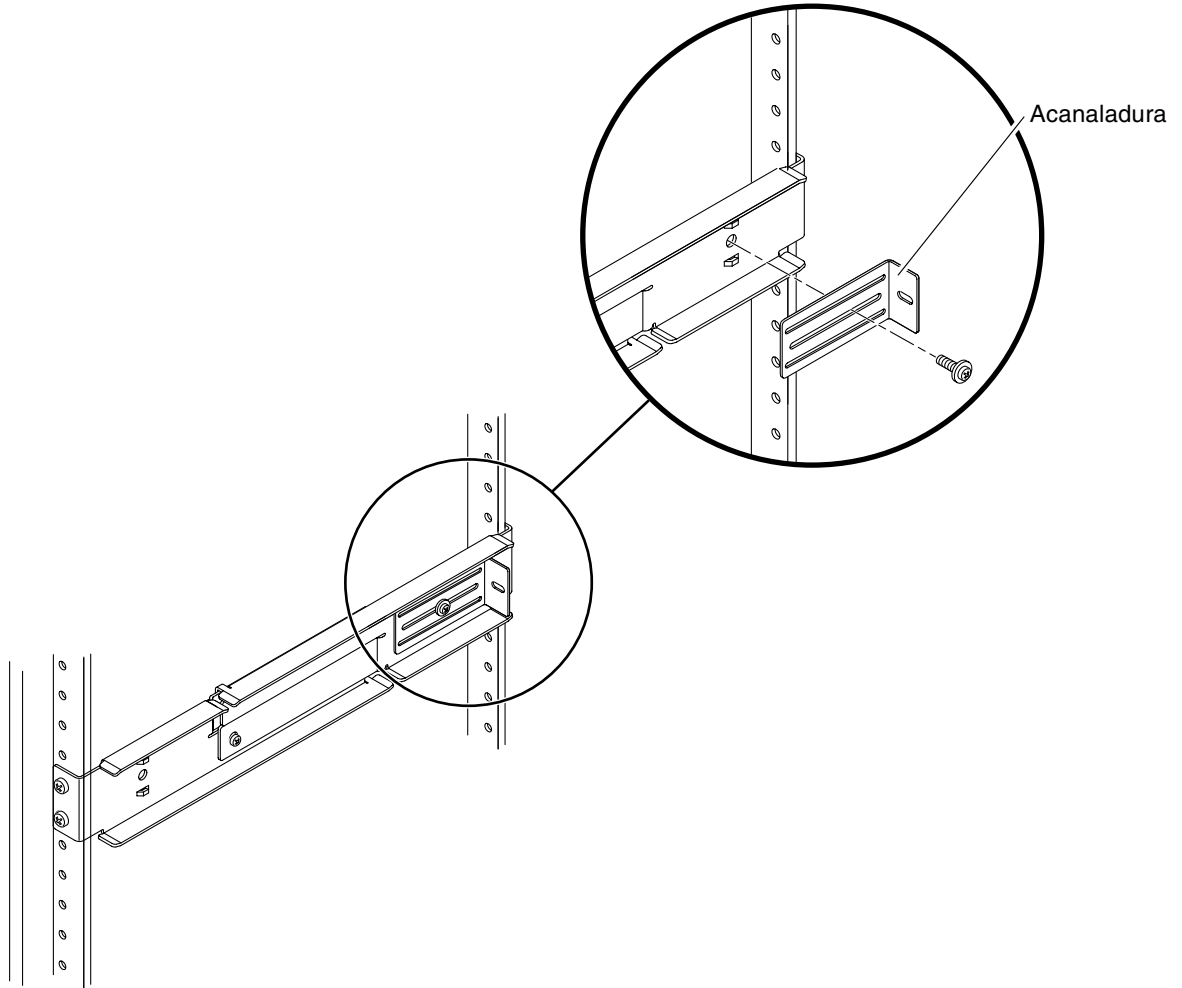

FIGURA 3-18 Instalación de la acanaladura posterior en el raíl ajustable
8. Coloque la acanaladura posterior sin apretar en la parte trasera de cada raíl ajustable (FIGURA 3-18) mediante un tornillo SEM M5 × 10.
12. Empuje el servidor hasta la profundidad deseada del bastidor; sitúese después en la parte trasera del sistema y empuje las acanaladuras posteriores hacia la parte trasera del sistema (FIGURA 3-18).
14. Coloque las acanaladuras a la profundidad deseada en el bastidor, apriete el tornillo SEM M5 × 10 de cada una de las acanaladuras para fijarlas a los raíles ajustables (FIGURA 3-18).